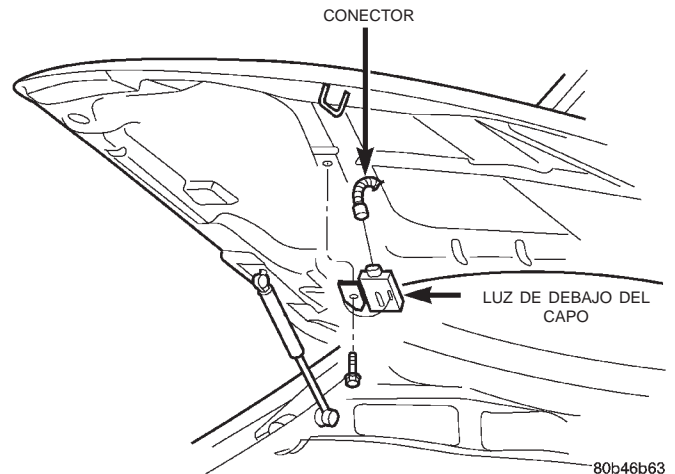

Fig. 7 Luz de debajo del capó
- (1) Desconecte el conector del mazo de cables de la lámpara.
- (2) Retire la óptica de la lámpara.
- (3) Retire la bombilla.
- (4) Retire el tornillo que fija la luz de debajo del capó en el panel interior del capó (Fig. 7).
- (5) Separe la luz de debajo del capó del vehículo.